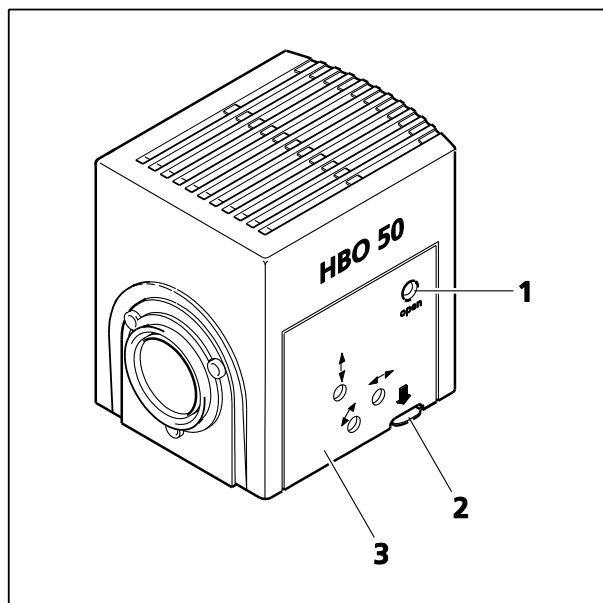

Figure 3-21 Ouverture du HBO 50
- Desserrer la vis à tête hexagonale (Figure 3-21/1) à l'aide d'un tournevis à tête sphérique (3 mm de large).
- Abaisser le bouton de déverrouillage (Figure 3-21/2) de la lampe halogène HBO 50, retirer complètement le porte-ampoule (Figure 3-21/3) et le poser à part.
- Insérer le porte-ampoule dans le boîtier de la lampe et le pousser la jusqu'à ce qu'il s'enclenche. Serrer la vis de serrage (Figure 3-21/1).